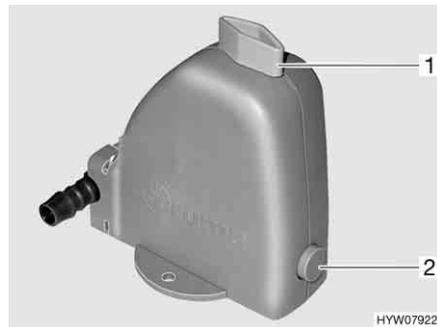

Fig. 116 Válvula de seguridad/purga de la caldera
La caldera está equipada con una válvula de seguridad/purga (Fig. 116). La válvula de seguridad/purga evita que el agua de la caldera se congele cuando no esté conectada la calefacción en caso de helada.
- Cerrar la válvula de seguridad/purga. Para ello, girar el botón giratorio (Fig. 116,1) a la posición transversal en referencia a la válvula de seguridad/purga y hundir el pulsador (Fig. 116,2).
- Abrir la válvula de seguridad/purga. Para ello, girar el botón giratorio (Fig. 116,1) a la posición longitudinal en referencia a la válvula de seguridad/purga. El botón de presión (Fig. 116,2) salta hacia fuera. La caldera se vacía hacia fuera a través de la válvula de seguridad/purga.